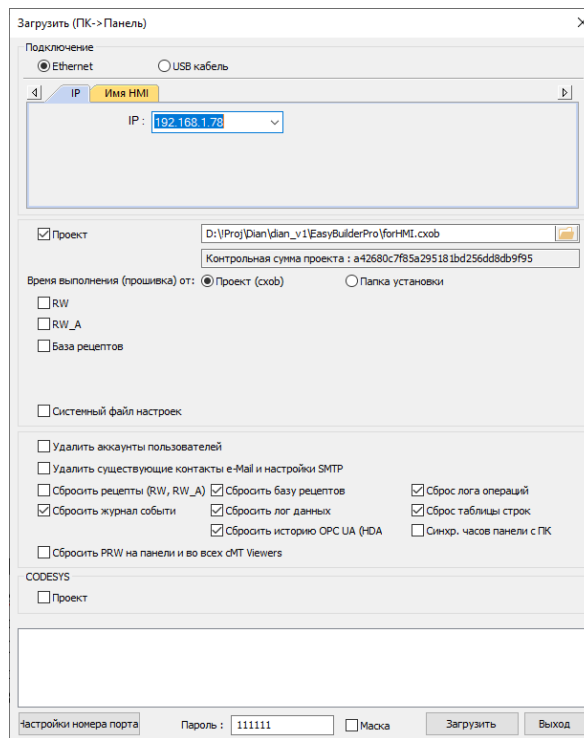

Рисунок 4.27 – Настройки окна «Загрузить (ПК->Панель)» ПО Utility Manger
16. Установить значения в полях: «Сбросить журнал событий», «Сбросить базу рецепторов», «Сбросить лог данных», «Сбросить историю OPS UA (HDA)», «Сброс лог операций», «Сброс таблицы строк», «Синхр. часов панели с ПК». Ввести пароль в поле «Пароль:» (по умолчанию 111111 (рисунок 4.27).